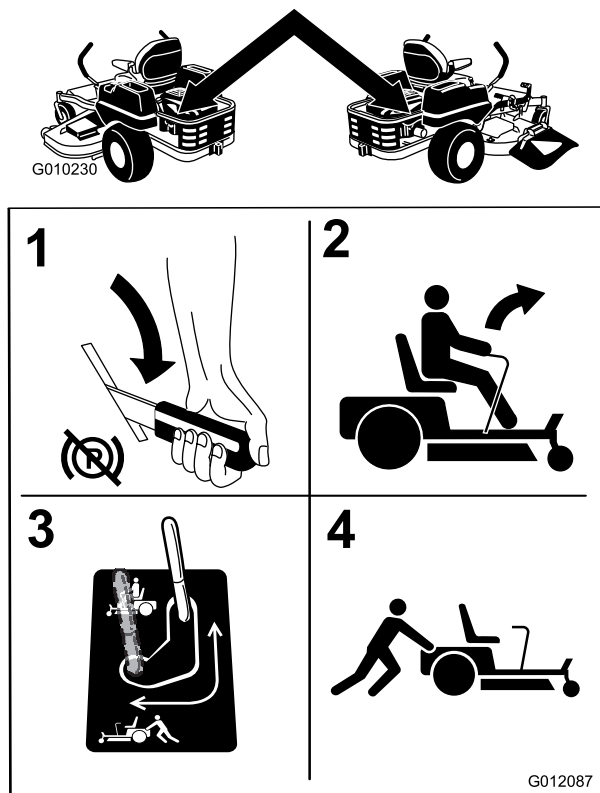

Figura 31
4. Spostate le leve by-pass indietro e poi verso sinistra per bloccarle in posizione come riportato nella Figura 31, per disinserire i motori delle ruote. Ripetete l'operazione su ciascun lato della macchina.
Spostate le leve by-pass nella posizione che consente di spingere la macchina (Figura 31) per innestare i motori delle ruote.